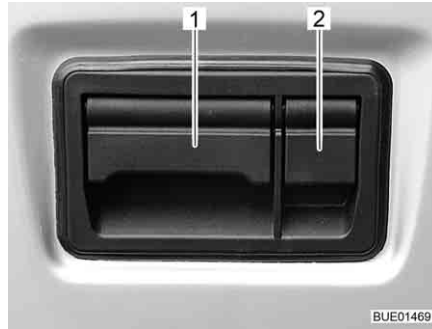

Bild 34 Lucklås baklucka, utvändigt
- Öppna skyddsluckan (Bild 34,2).
- Dra luckan (Bild 34,1) uppåt och öppna bakluckan.